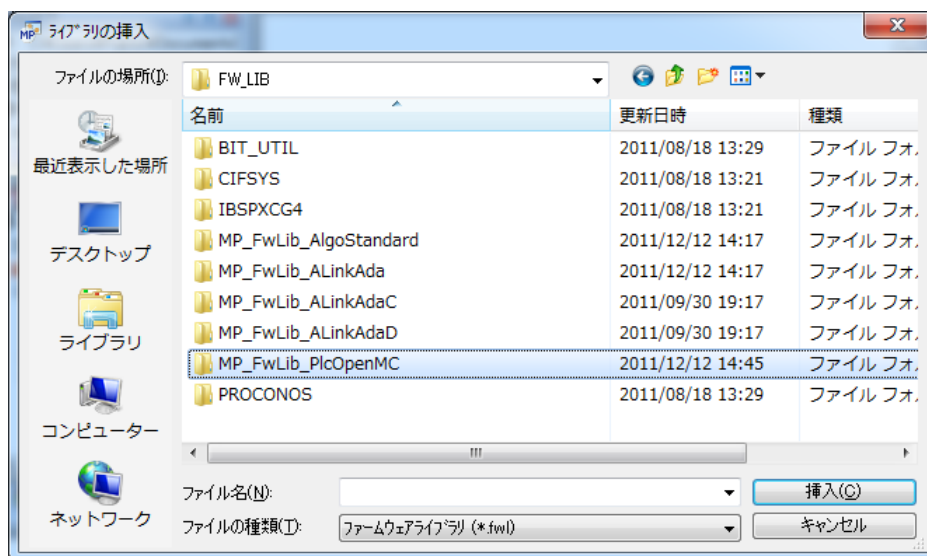

図 3-2-3. 挿入ライブラリディレクトリ選択
- ③ 図 3-2-3 の画面が表示されますので、「MP_FwLib_PlcOpenMC」という名前のディレクトリを選択してください。